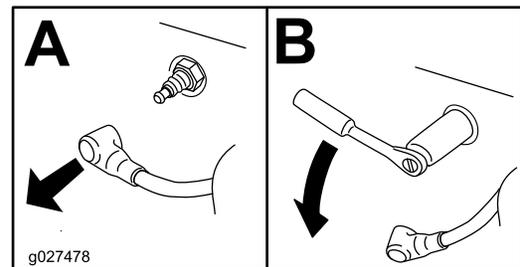

Bild 25
3. Bauen Sie die Zündkerze aus (Bild 25).